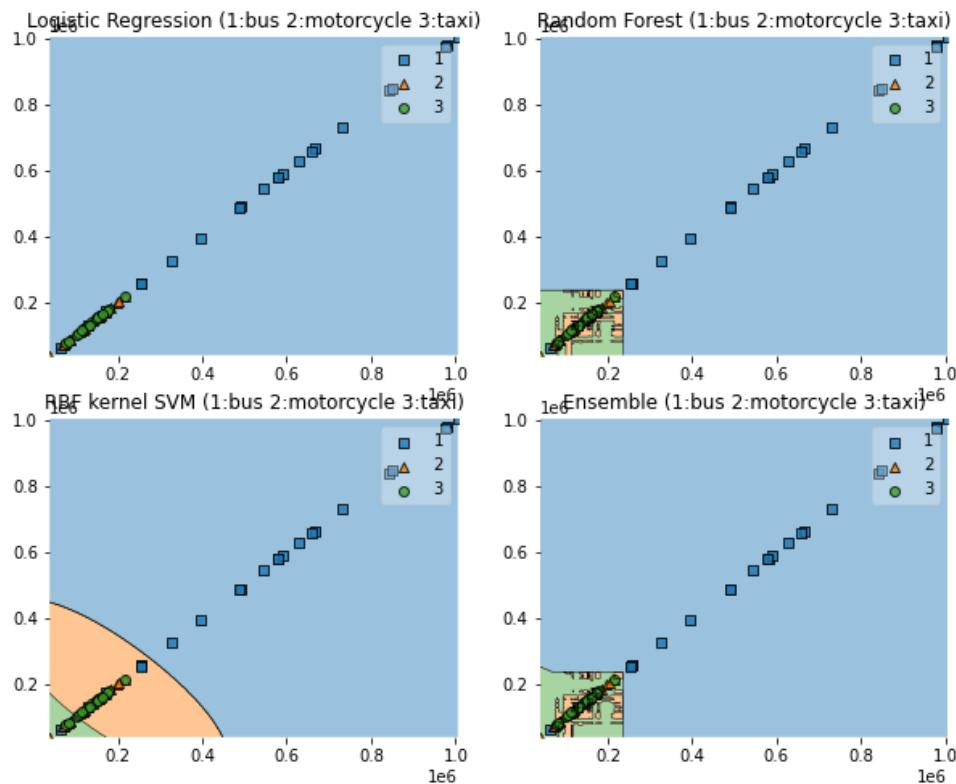

Figura 1.49: Clasificación de emisiones CO₂ etiquetadas de simulación SUMO.
7. El algoritmo clasifica los datos etiquetados que se ingresan a los algoritmos de **sklearn**. Los datos son **X**, **y**, donde **X** representa las medidas de CO2 absolutas medidas en la simulación de cada vehículo sobre ella; **y** representa la etiqueta de datos, es decir, a que tipo de vehículo pertenece cada valor medido. En la Figura 1.49 se ilustra el resultado de clasificar las emisiones CO2 medidas en una simulación de SUMO.
Como se puede observar en la Figura 1.49, se obtiene el mapa de colores de clasificación de emisiones de datos etiquetados. Es decir, a los algoritmos de ingreso información ya etiquetada, donde se tiene que especificar a que tipo de vehículos corresponde el valor medido y como salida se obtiene un mapa de predicción, donde se indica las regiones en las que trabaja cada vehículo.